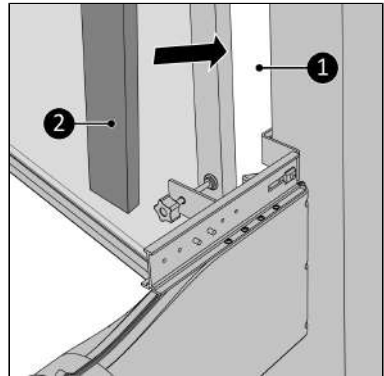

Abbildung 118.
17. Füllen Sie die Freiräume (Abbildung 118, Pos. 1) mit dem gelieferten Isolierschaum (Abbildung 118, Pos. 2) auf, schneiden Sie den Schaum ab, falls notwendig*.